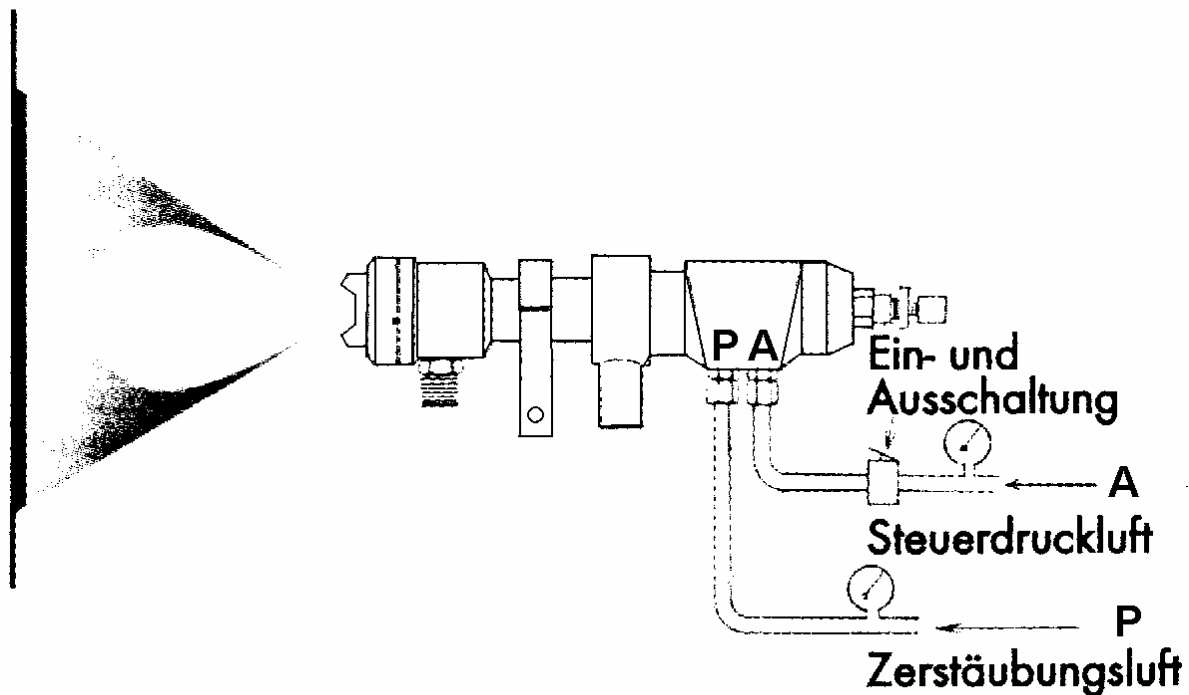

Abb. 2
- Stellen Sie die Beschichtungsstoffversorgung her, indem Sie den Materialschlauch mittels einer 3/8“ Überwurfmutter und Anschluss am Farbanschlußstück (Pos.5) befestigen und mit einem entsprechenden Schraubenschlüssel festziehen (siehe Abb.2)